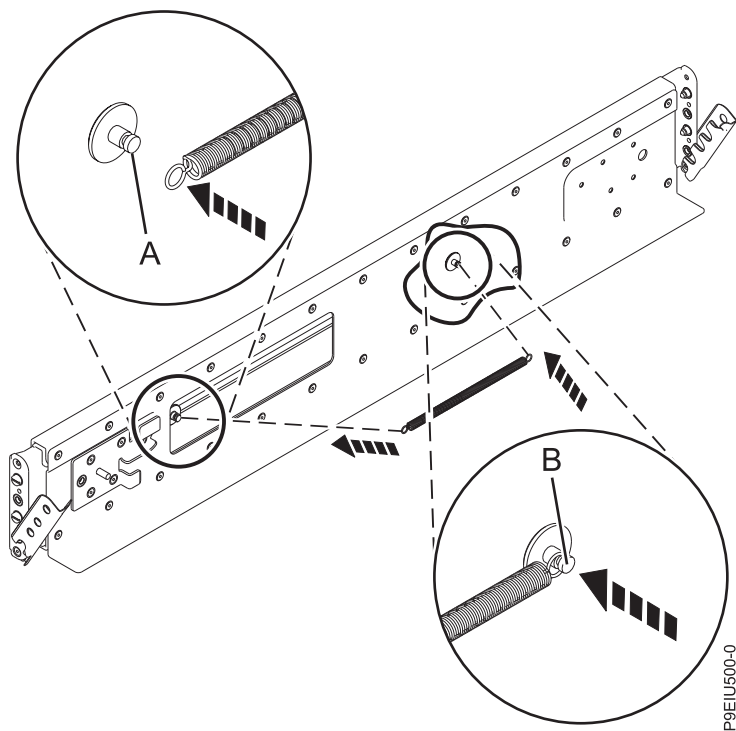

Рисунок 3. Установка пружины на направляющей
4. Установите пружину на направляющей, зацепив один конец за одну из круглых опор **(A)**, а второй конец за другую круглую опору **(B)** (см. рис. 3 на стр. 5).